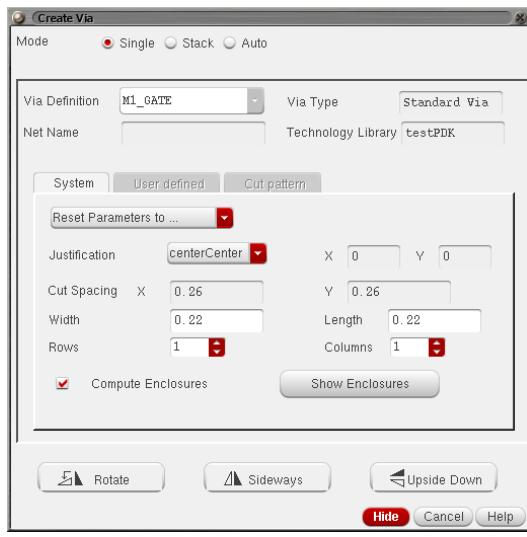

図 52: Create Via メニュー
1. レイアウトエディタのメニューから Create > Via... (または “o” キー) として、図 52 に示す Create Via ウィンドウを起動する。